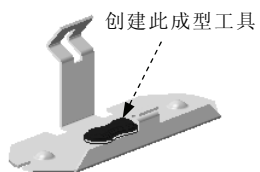

图 4.4.29 创建成型工具特征 3
Step4. 创建图 4.4.29 所示的成型工具特征 3。
(1) 单击任务窗格中的设计库按钮, 打开“设计库”对话框。